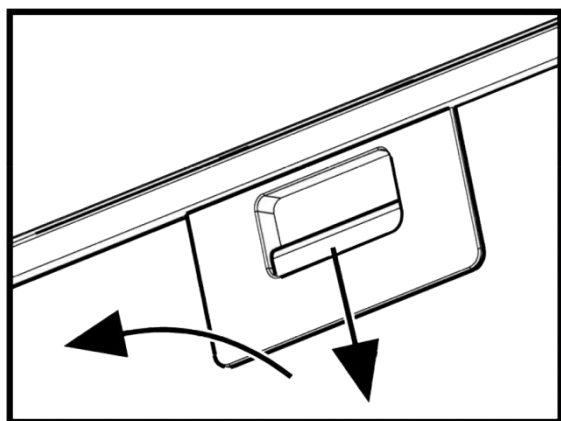

Рис.5
8.7 Для снятия алюминиевого фильтра (рис.5) необходимо нажать на пружинную задвижку на фильтре и, потянув на себя и вниз, вытянуть из ниши корпуса вытяжки. Установка фильтра выполняется в обратном порядке. **Внимание! Не устанавливайте фильтр после мойки до его полного высыхания.**